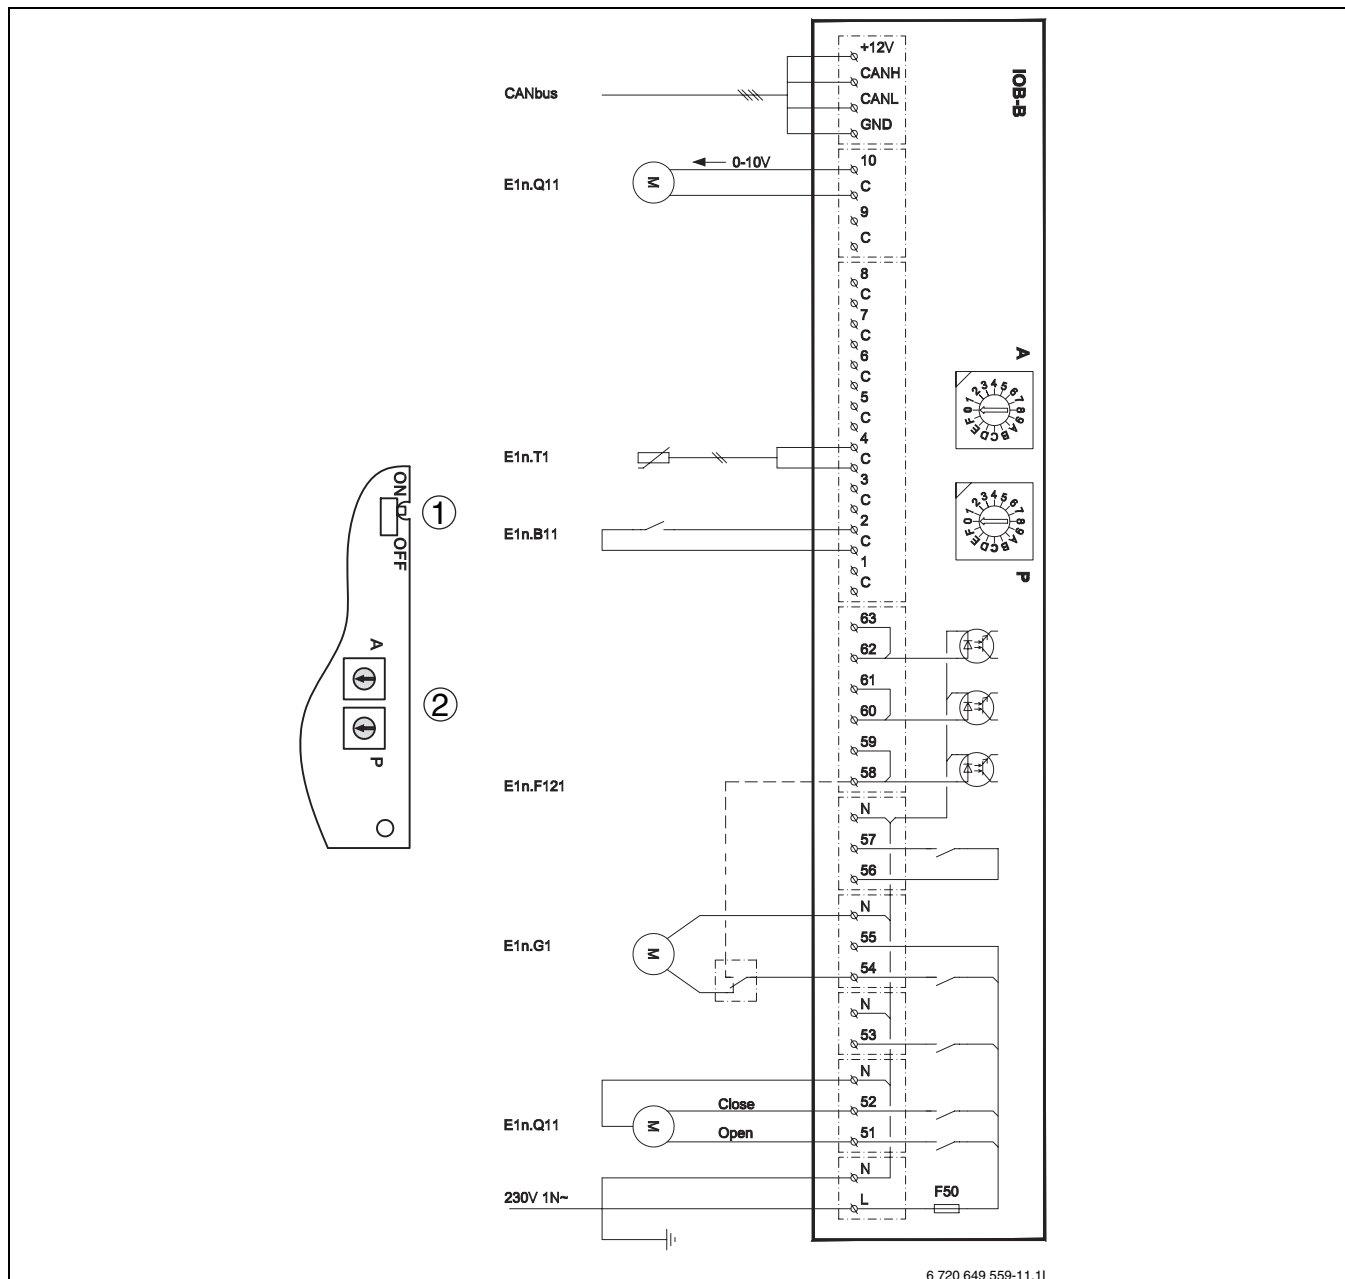

Bild 11 Elschema krets 3-4
- ▶ Utför elanslutningar när lådan sitter monterad på väggen (→ Elscheman bild 11, 12, 13).